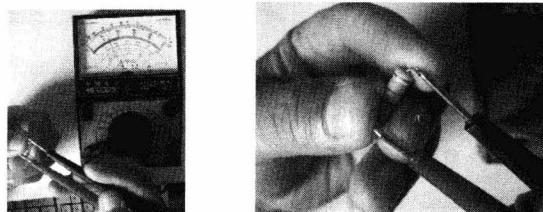

图 1-6 固定电阻非在路测量示意图
① 非在路测量。如图 1-6 (a) 所示，将万用表的表笔接在被测电阻两端，若测量的阻值与标称值相同，说明该电阻正常；若阻值大于标称值，说明该电阻阻值增大或开路。固定电阻一般不会出现阻值变小的现象。
注意 参见图 1-6 (b)，测量大阻值电阻，尤其是阻值超过几十千欧的电阻时，不能用手同时接触被测电阻的两个引脚，以免人体的电阻与被测电阻并联，导致测量的数据低于正常值。另外，若被测电阻的引脚严重氧化，测量前要用刀片、锉刀等工具将氧化层清理干净。